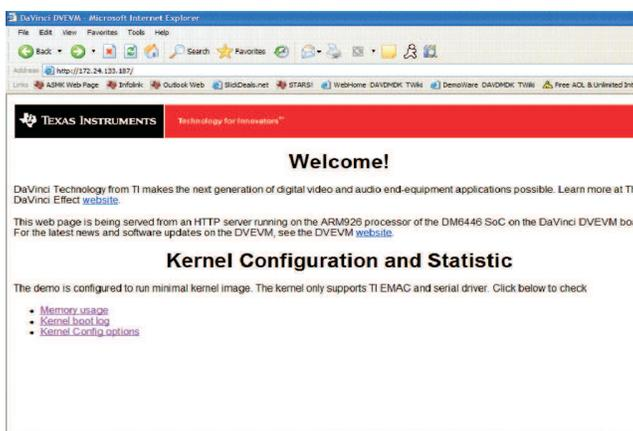

图 5. 被连接到 DVEVM 网页服务器的网页屏幕显示
4. 通过在 URL 地址框内敲入 EVM IP 地址来连接到 EVM 网页服务器。请见图 5。